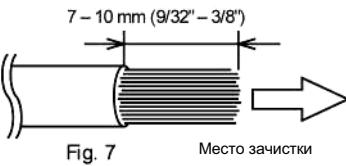

Fig. 7
2. Удалите изоляцию с концов провода примерно до 7 - 10mm (9/32"- 3/8"). (Fig. 7)